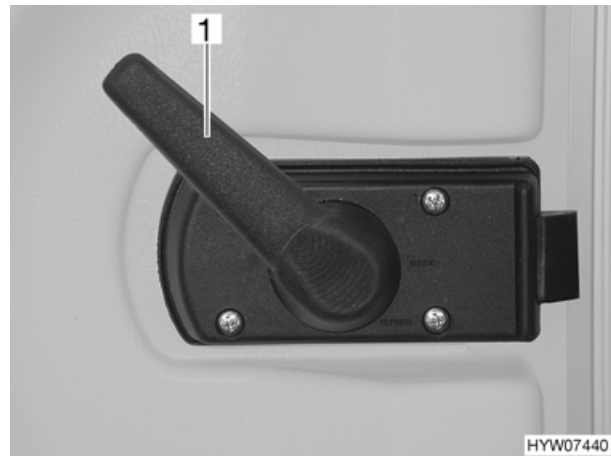

Fig. 15 Serratura della porta di ingresso, lato interno, bloccata
- Ruotare la maniglia della porta (Fig. 15,1) per circa 45° verso l'alto e lasciarla in questa posizione.